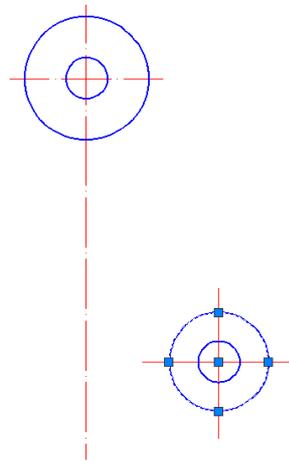

Рис. 59. Редактирование параметра окружности
- 3.6. Используя окно **Свойства**, изменить радиус большей окружности на 24 мм (см. рис. 59).